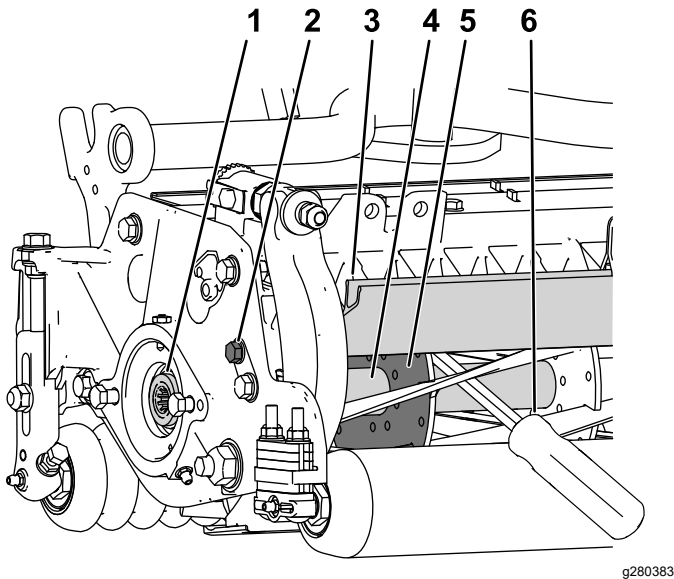

Figura 42
1. Allentate il bullone del deflettore sul lato sinistro dell'apparato di taglio e sollevate il deflettore posteriore (Figura 42).
2. Inserite un piede di porco con manico lungo (¾" x 12") raccomandato, con manico a cacciavite) attraverso la parte posteriore del cilindro di taglio, più vicino al lato dell'apparato di taglio da serrare (Figura 42).
3. Posizionate il piede di porco contro il lato di saldatura della piastra di supporto del cilindro (Figura 42).